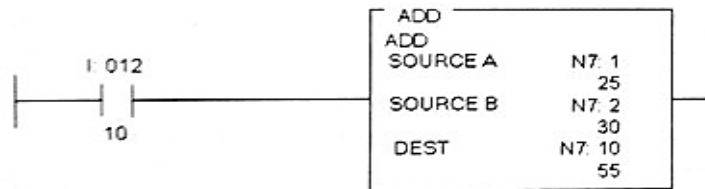

Figure 2.17 Symbol of ADD instruction
Figure 2.17 मध्ये ADD इंस्ट्रक्शन्स दाखवले आहे. आकृतीत दाखवल्याप्रमाणे, सोर्स A (N7:1) मध्ये व्हॅल्यू 25 आहे आणि सोर्स B (N7:2) मध्ये व्हॅल्यू 30 आहे. जेव्हा इनपुट I:012/10 true असेल, तेव्हा सोर्स A (25) मध्ये संग्रहित व्हॅल्यू सोर्स B (30) मध्ये संग्रहित व्हॅल्यूत जोडले जाते आणि परिणाम, 55, अॅड्रेस (N7:10) मध्ये संग्रहित केला जातो.